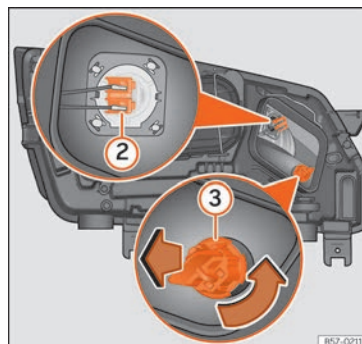

Abb. 111 Im Motorraum: Glühlampe Fernlicht ② und Glühlampe Blinker ③.
3. Drücken Sie den Stecker »» Abb. 111 ② seitlich nach links oder rechts und ziehen Sie.
3. Drehen Sie den Lampenträger »» Abb. 111 ③ nach links und ziehen Sie.